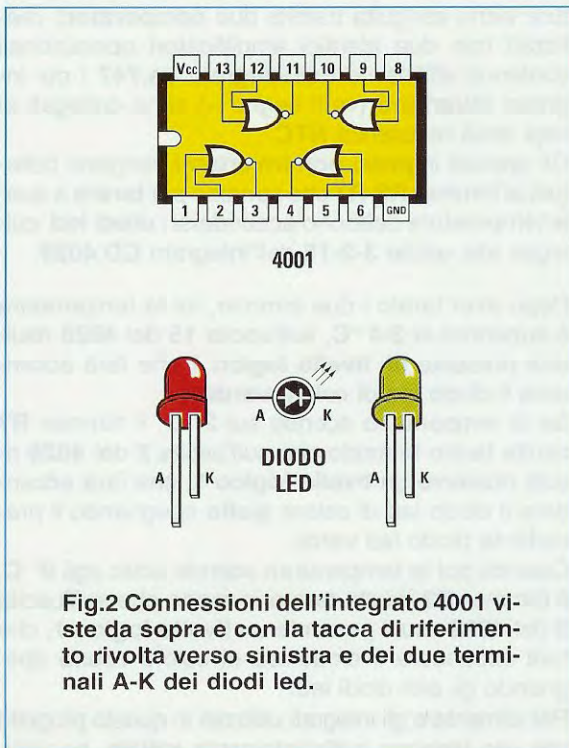

Fig.2 Connessioni dell'integrato 4001 viste da sopra e con la tacca di riferimento rivolta verso sinistra e dei due terminali A-K dei diodi led.
Fig.2 Ecco come suggeriamo di modificare il circuito del lettore, onde poter utilizzare un diodo zener del valore standard di 22 volt con in parallelo il trimmer R2.
*Noi possiamo solo consigliare, sapendo con quanta difficoltà si riescono a reperire i **diodi zener** del valore richiesto e tenendo anche presente che questi hanno, come qualsiasi altro componente, una loro **toleranza**, di scegliere un diodo zener che abbia un **voltaggio maggiore** al richiesto, applicando in parallelo a questo, come visibile in fig.2, un **trimmer da 4.700 ohm** che verrà poi tarato fino ad ottenere in uscita il **valore della tensione richiesta**.*
Fig.2 Connessioni dell'NPN tipo 2N.1711 viste da sotto, cioè dal lato dei terminali, dell'integrato siglato uA.747 e del CD.4028 viste da sopra. Sotto, elenco completo dei componenti utilizzati per la realizzazione di questo circuito.